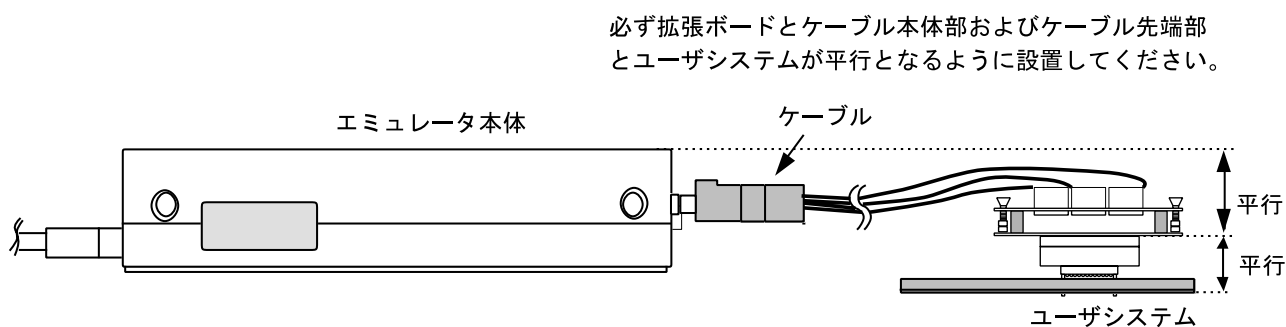

図12 設置例
- (1) ユーザシステムへの接続時には1ピン位置に十分注意して、誤接続は絶対にしないでください。
- (2) 本ユーザシステムインタフェースケーブルを使用する場合の推奨マウントパッド寸法は、MCU実装用マウントパッド寸法とは異なりますので注意してください。
- (3) 本ユーザシステムインタフェースケーブルは、HS2633REPI61H、HS2633EPI61H エミュレータ専用ですので、他のエミュレータ本体には使用しないでください。
- (4) ケーブル本体部が断線する可能性がありますので、本ユーザシステムインタフェースケーブルの上に重いものや金属等の角の尖ったものを置かないでください。
- (5) ユーザシステムに接続した状態では、ユーザシステムインタフェースケーブル、特にケーブル先端部に無理な力が加わらないように注意する必要があります。図12の設置例を参照してご使用ください。